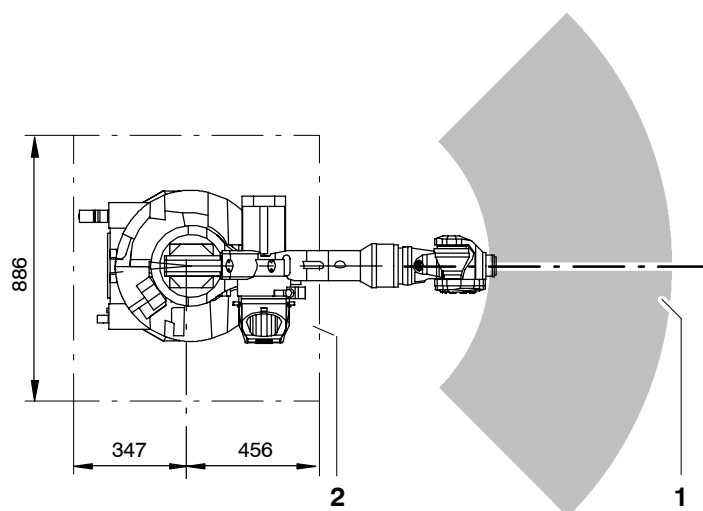

Fig. 50 Affectation enveloppe d'évolution et fondations en béton
- (3) Repérer la position du manipulateur par rapport à l'enveloppe d'évolution (Fig. 50/1) sur les fondations en béton (2).
- (4) Amener le manipulateur en position de montage.
- (5) Aligner horizontalement le manipulateur.
- (3) Déterminer la position du manipulateur sur les fondations en béton (2) par rapport à l'enveloppe d'évolution (Fig. 50/1).